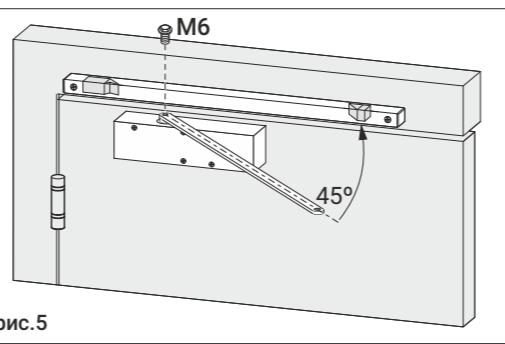

рис.5
- Закрепите скользящую тягу на поворотную ось доводчика винтом M6 с шайбой под углом 45 град. в горизонтальной плоскости к дверному полотну, рис.5.